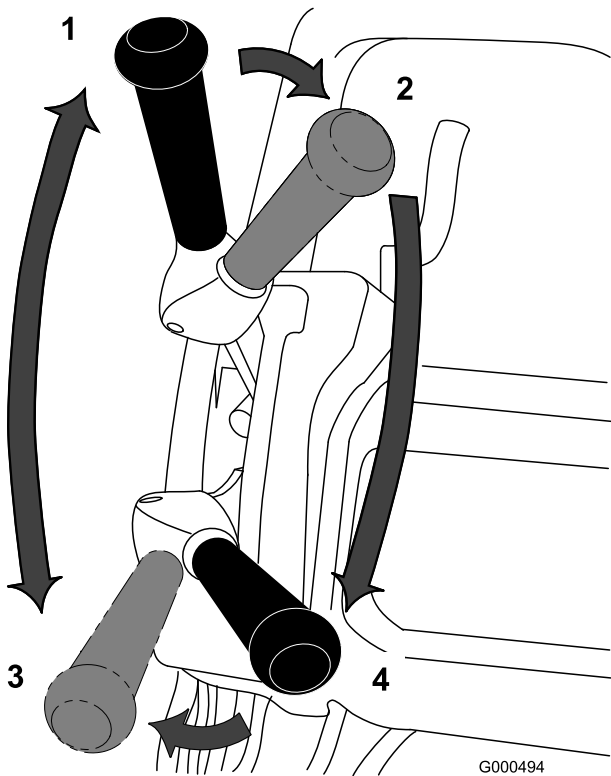

Figura 18
1. Avviate il motore, impostate l'acceleratore a bassa velocità, abbassate la stegola per sollevare l'apparato di taglio, spostate la leva della trazione in posizione di innesto e trasportate il tosaerba sul bordo del green (Figura 18).
2. Spostate la leva della trazione in posizione di disinnesto, ed innestate la leva di trasmissione del cilindro (Figura 18).
3. Portate la leva della trazione in posizione di innesto, e aumentate la velocità dell'acceleratore finché il tosaerba non si sposta alla velocità opportuna. Portate il tosaerba sul green, abbassate la parte anteriore del tosaerba ed iniziate a tosare (Figura 18).